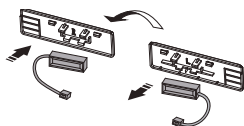

Fig. 18
18. Vyměňte jazyčkový spínač z podpůrného plastového segmentu, ve kterém je ukotven, a vsadte jej podle návodu do zrcadlového plastového dílu, označeného písmenem „R“, který naleznete v sáčku s příslušenstvím. Spínač neotáčejte - dodržujte uspořádání v nákresu (Fig. 18).